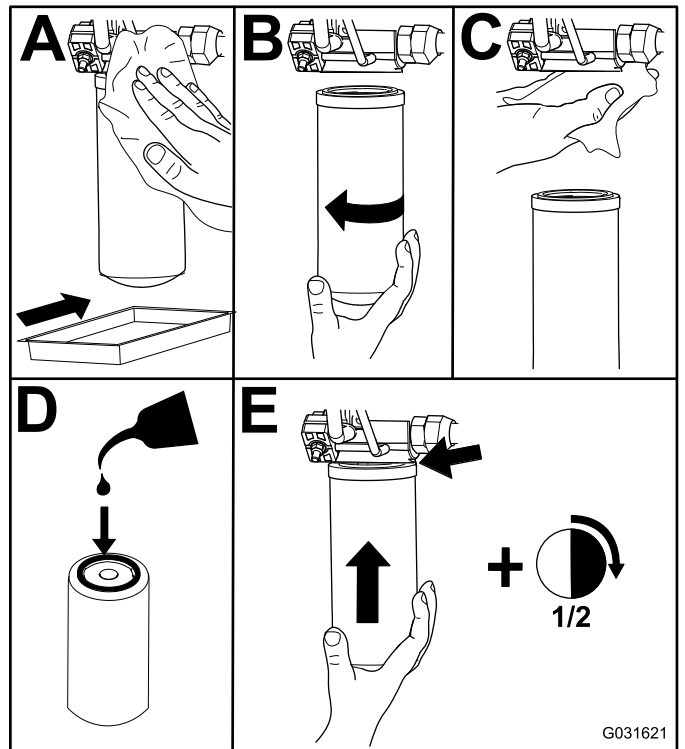

Figure 119
- Remplacez les filtres hydrauliques (Figure 119).